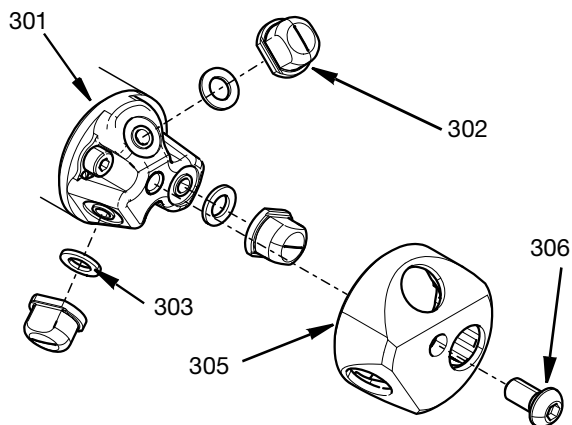

FIG. 4
1. Setzen Sie drei Düsenpackungsdichtungen (303) in die passenden Aussparungen des Düsenkopfes (301) ein.
2. Die Düsen (302) müssen in die Düsenkappe (305) eingesetzt werden, wobei darauf zu achten ist, dass die Düse in der Düsenkappe verkeilt ist.
3. Die Düsenkappe mit den eingesetzten Düsen muss mit der Sechskantschraube M6 (306) in der Mitte der Kappe fest mit dem Düsenkopf (301) verbunden werden. Mit 3,3 N•m (29,2 in-lbs) festziehen. Siehe FIG. 4.